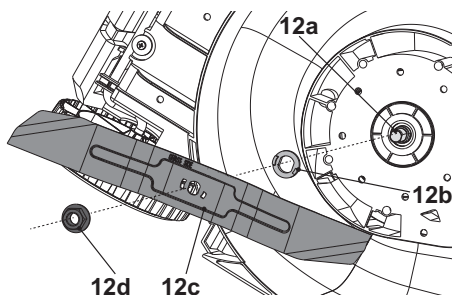

Fig. 19
1. Manter a parte inferior e a lâmina de corte (12c) limpas e livres de detritos. Retirar os recortes da calha de descarga traseira (18).
4. Soltar a porca hexagonal (12d) no sentido contrário ao dos ponteiros do relógio usando uma chave adequada (tamanho 17 mm) e removê-la juntamente com a lâmina de corte (12c) (Fig. 19).